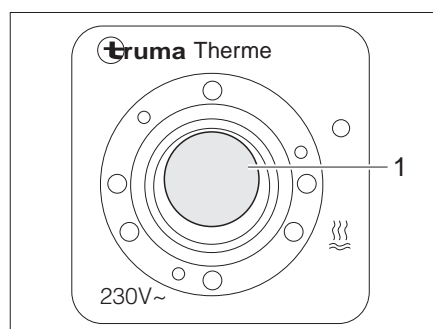

Bild 134 Brytare för varmvattenaggregat
Med brytaren (Bild 134) aktiveras eldrift. Kontrollampen (Bild 134,1) på brytaren måste lysa.
- Slå på brytaren (Bild 134). Kontrolllampan (Bild 134,1) på brytaren lyser.
- Slå från brytaren (Bild 134). Kontrolllampan (Bild 134,1) på brytaren slocknar.
- Slå från brytaren (Bild 134). Kontrolllampan (Bild 134,1) på brytaren lyser inte.